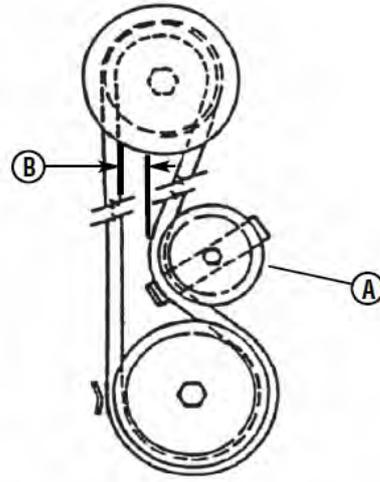

図7-4 ベルト間隙の計測
5. 28”デッキ*: アイドラプーリ(図7-4のA)とベルトの間隙を測ります。この間隙(B)は26~32mmです。26mm以下の場合には調整します。「ブレード駆動ベルトプーリの調整」を参照。